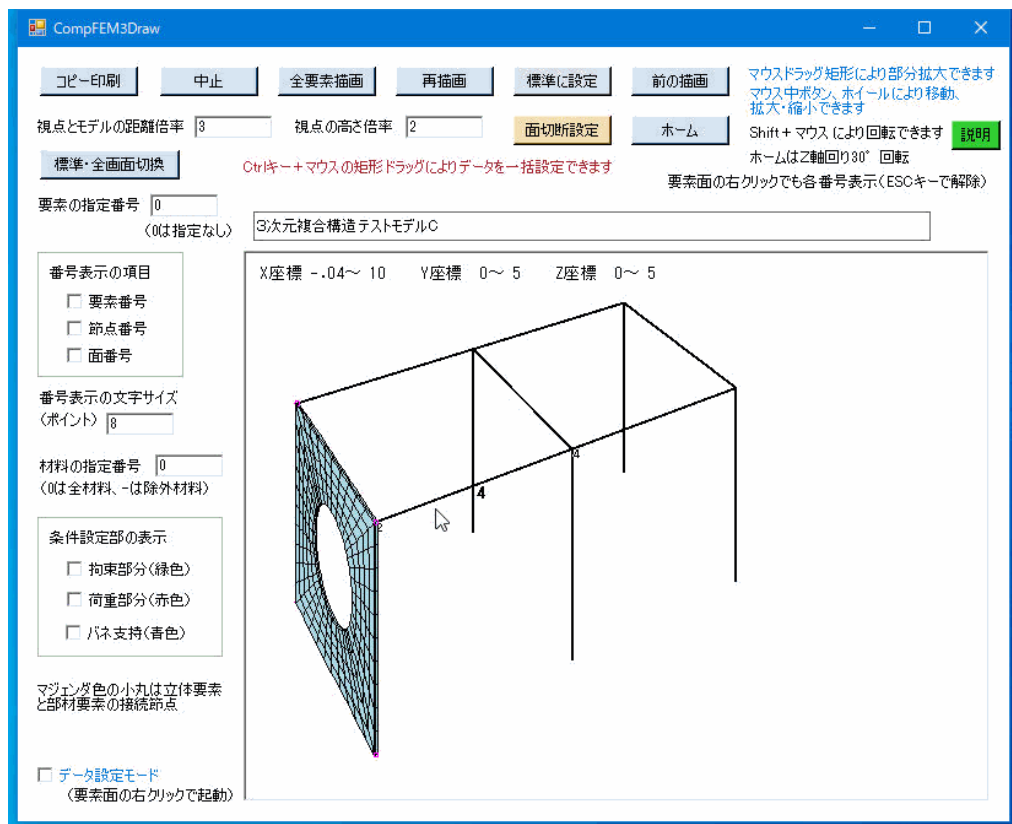

図4-21 構造作画における要素面の右クリック画面例
16) 任意の要素を右クリックすると、図4-21のように当該要素の要素番号・節点番号および面番号（立体要素のみ）が表示されます。